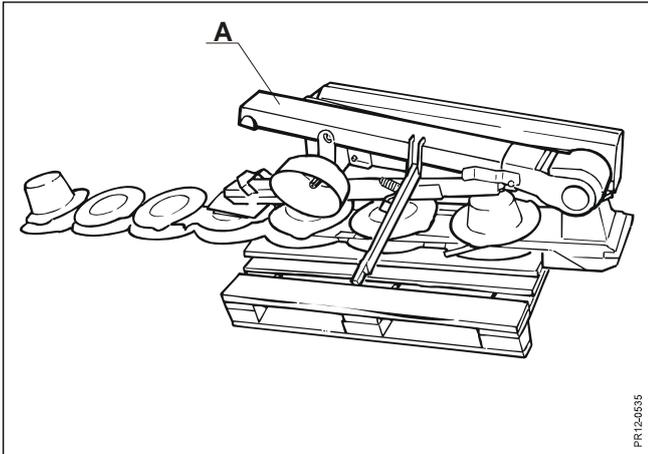

Fig. 1-1
- Fig. 1-1:** Tutti i pezzi sciolti sono stati liberati dall'imballaggio di trasporto. La barra di taglio deve rimanere temporaneamente fissata al pallet di trasporto. Il braccio A viene inclinato nella posizione di lavoro.